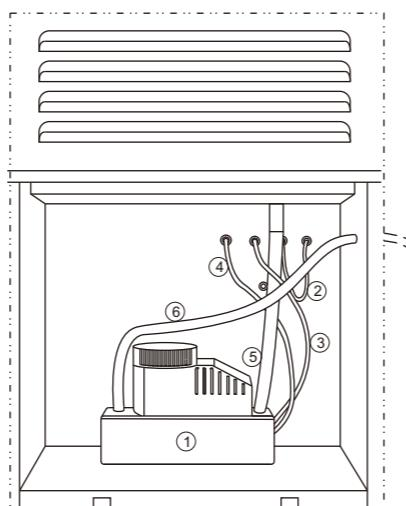

FIG. 4
- Dra ur sladden för larmet som signalerar att vattenbehållaren är full (②) från uttaget i mitten och anslut den till höger uttag för att sätta fast den.
- Anslut elsladden (④, svart) till vattenpumpen (①) i vänster uttag.
- Anslut vattenpumpens sladd för larmet som signalerar att vattenbehållaren är full (③, blå) till uttaget i mitten.
- Anslut vattenpumpens inlopps- (⑤) och utloppsslanger (⑥) (se FIG. 4)